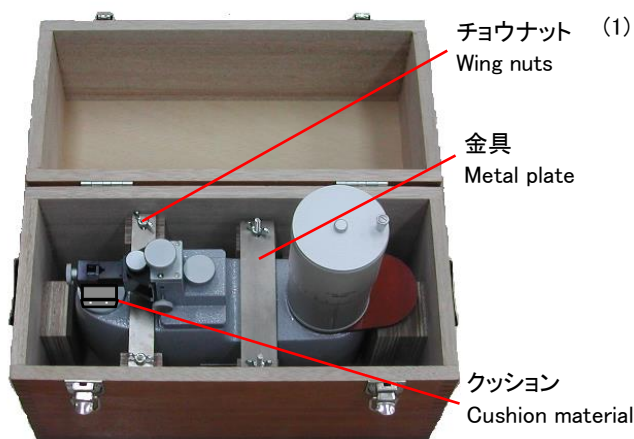

Fig.1
- (1) 木箱を開けると本体は 2 枚の金具で固定されています。チョウナットで固定されていますのでそれをゆるめ、金具を外すと、本体は上方に抜く事ができます。Fig.1 参照 この木箱、金具、チョウナット及びクッションは再運搬の際に必要となりますので保管して下さい。
- (1) Open the housing box and unscrew wing nuts to remove the two metal plates instrument in the box (Fig.1). This housing box, metal plates, wing nuts and cushion material should be used when transporting the Calibration Tester.